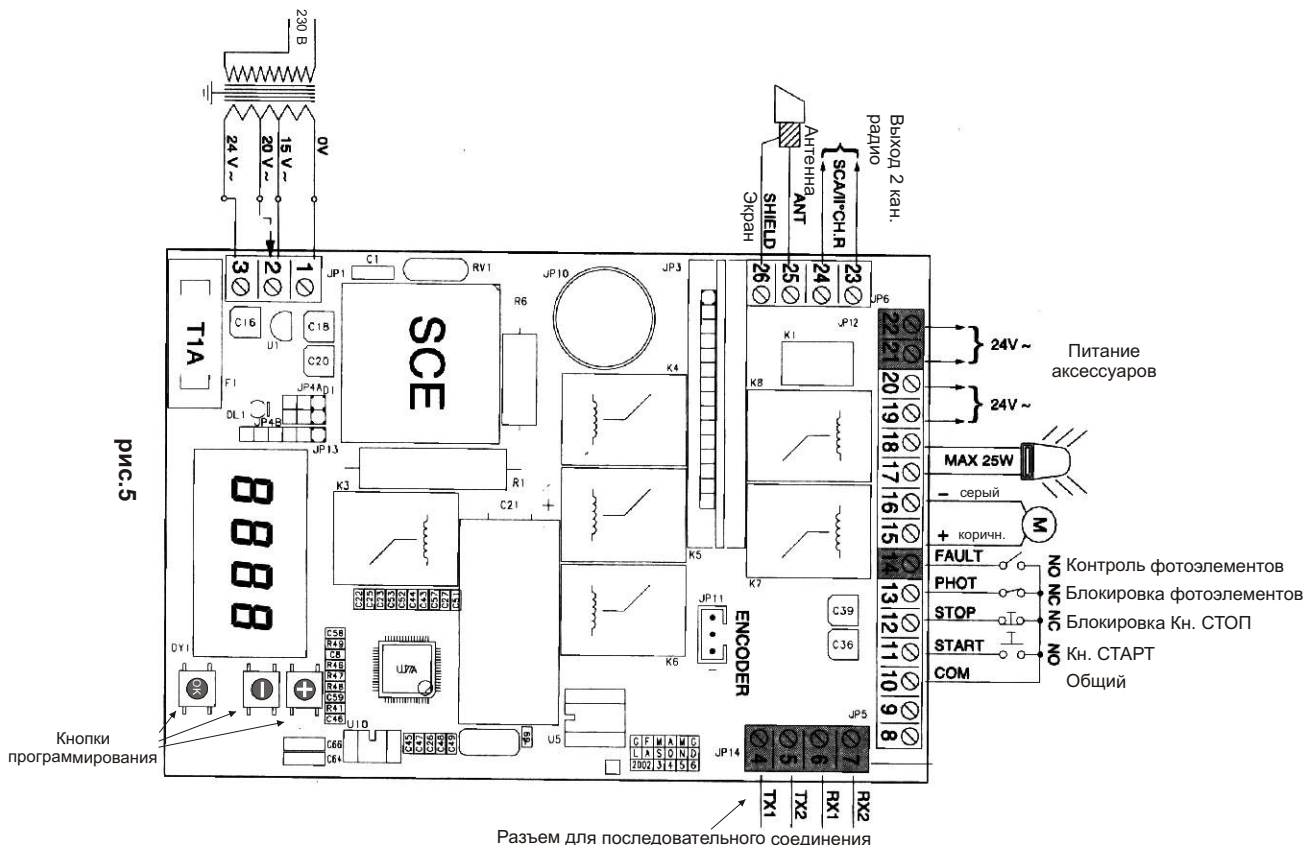

рис.5
### 3.2. Блок управления SCE-MA (рис. 5)
### 5.1. Подсоединения к клеммам (рис. 5).
- 10-14.....Вход н.о. для фотоэлементов н.о. проверочных (рис. 5). Используется только в платах SCE-MA, SCE-MA S.